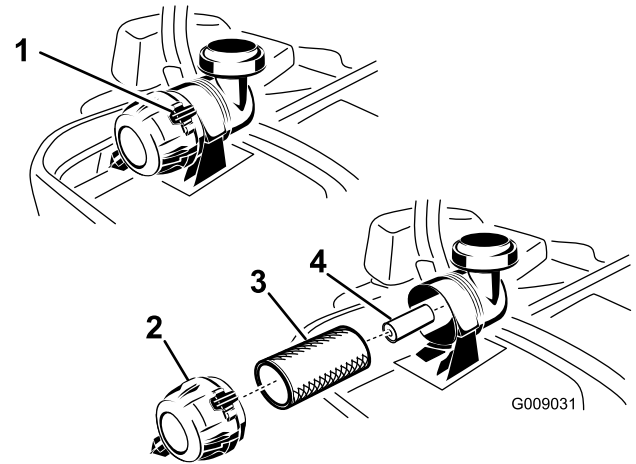

Figura 47
3. Presione hacia abajo para abrir los cierres del limpiador de aire, y tire de la tapa de la entrada de aire para separarla del cuerpo del limpiador de aire (Figura 47).
5. Extraiga con cuidado el filtro primario del cuerpo del limpiador de aire (Figura 47). Evite golpear el filtro contra el lado de la carcasa.
1. No limpie el filtro de papel, cámbielo (Figura 47).
2. Si va a cambiar el filtro secundario, deslícelo cuidadosamente en el cuerpo del filtro (Figura 47).
3. Deslice cuidadosamente el filtro primario por encima del filtro secundario (Figura 47).
- Instale la tapa del limpiador de aire con el respiradero hacia abajo, y gírela hasta que los enganches la bloqueen en su sitio (Figura 47).